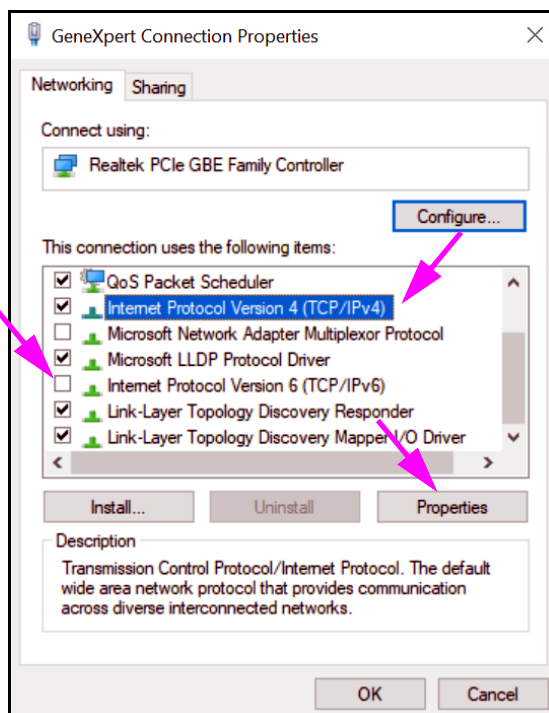

Figura 2-48. Pantalla GeneXpert Connection Properties (Propiedades de conexión de GeneXpert)
- Seleccione **Properties (Propiedades)** en el menú desplegable. Aparece la pantalla ilustrada en la figura 2-48.
8. En la pantalla GeneXpert Connection Properties (Propiedades de conexión de GeneXpert) (ilustrada en la figura 2-48) desactive la casilla situada junto a **Internet Protocol Version 6 (TCP/IPv6) (Protocolo de Internet versión 6 [TCP/IPv6])**. Resalte **Internet Protocol Version 4 (TCP/IPv4) (Protocolo de Internet versión 4 [TCP/IPv4])**, y luego haga clic en **Properties (Propiedades)**. Aparece la pantalla Internet Protocol Version 4 (TCP/IPv4) Properties (Propiedades del protocolo de Internet versión 4 [TCP/IPv4]).